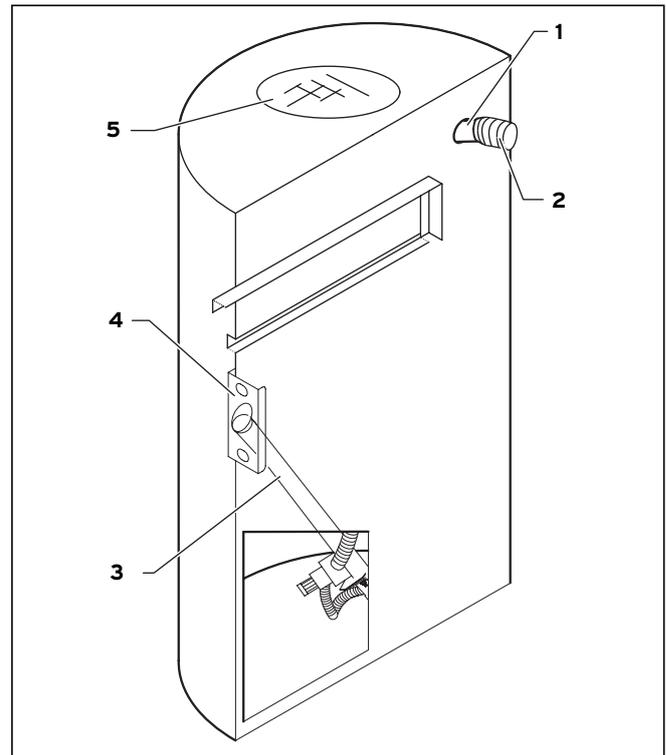

Abb. 5.5 Funktionselemente des Vorratsbehälters
**Fallschacht:** Über den Fallschacht (1) werden die Pellets dem Brenner zugeführt.
**Zündgebläse:** Durch das Zündgebläse (2) werden die Pellets auf dem Brennerrost automatisch gezündet.
**Flanschverbindung:** Die Flanschverbindung (8) verbindet die Einschubschnecke (3, Abb. 5.5) aus dem Vorratsbehälter mit dem Fallschacht (1) des Pelletkessels.
**Saugzugebläse:** Das Saugzugebläse (7) saugt die Verbrennungsluft über die Primär- und Sekundärluftöffnungen an und fördert die Abgase in das Abgassystem.